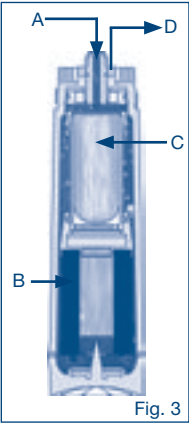

Fig. 3
A água da torneira (A) está a entrar no cartucho de filtro (Fig. 3) e a água é filtrada através de um carbono de bloco (B) activado. Partículas, matéria orgânica dissolvida, corantes naturais e substâncias responsáveis pelo mau gosto e odores, por exemplo cloro são removidos. Em seguida, a água é filtrada através de uma fibra de ultrafiltração (C) membrana oca beco sem saída para remoção de bactérias. O filtro é também equipado com uma pequena quantidade de prata por razões bacteriostáticas.